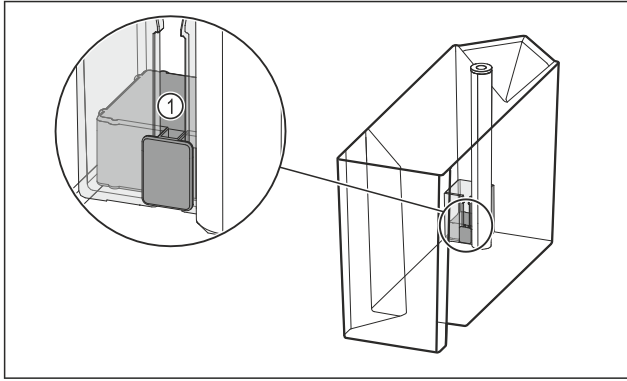

Fig. 113
- ▶ Şamandirasının Fig. 113 (1) sıkışıp sıkışmadığını kontrol edin.